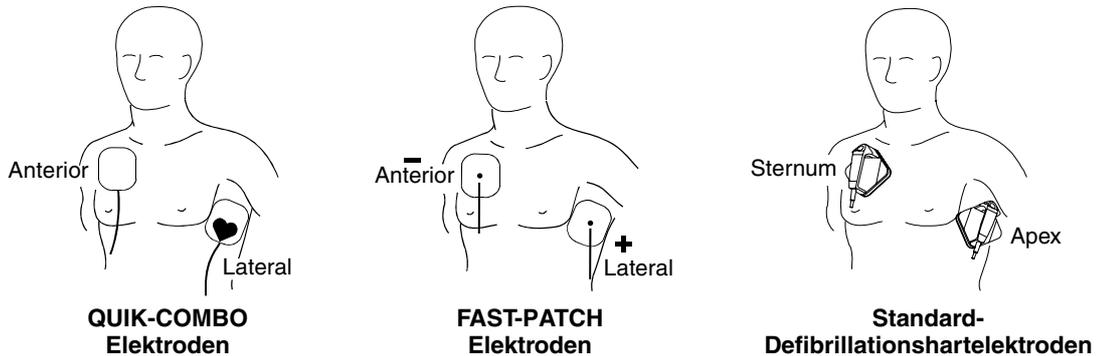

Abbildung 3-1 Anterior-laterale Platzierung
- 1 Entweder die ♥ oder + Therapieelektrode oder die Apex-Defibrillationselektrode lateral zur linken Brustwarze des Patienten in der mittleren Axillarlinie anlegen. Der Mittelpunkt der Elektrode sollte möglichst genau in der mittleren Axillarlinie liegen. Siehe Abbildung 3-1.
- Die zweite Therapieelektrode oder die Sternum-Defibrillationselektrode, wie in Abbildung 3-1 gezeigt, lateral zum Brustbein und unterhalb des Schlüsselbeins rechts oben am Oberkörper des Patienten anlegen.